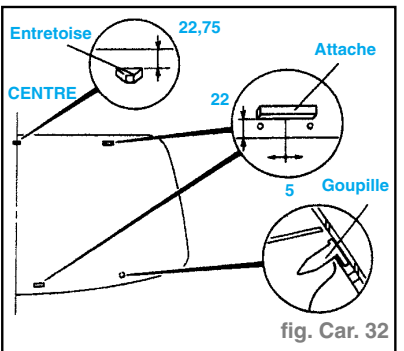

fig. Car. 32
- Installer l'entretoise, les goupilles et les attaches sur la vitre comme indiqué. (fig. Car. 32)